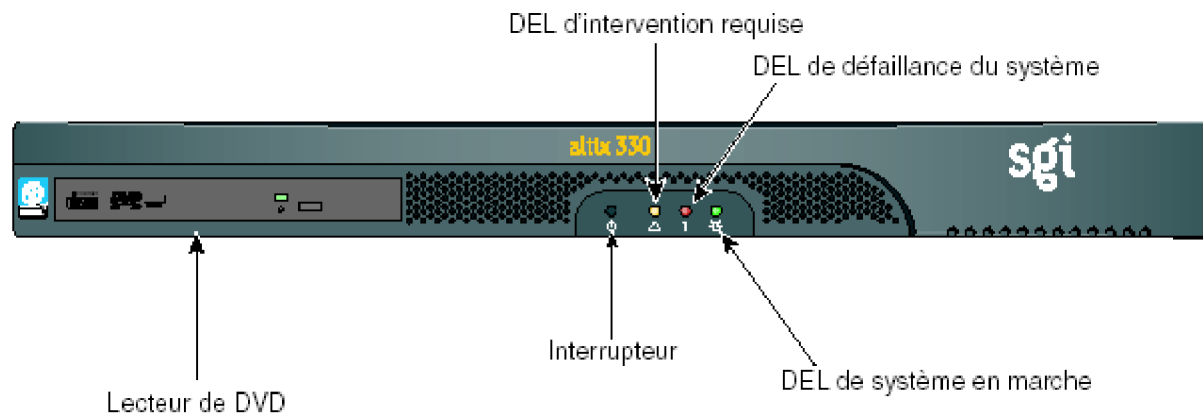

Figure 1-30 Emplacement de l'interrupteur
- Pour mettre le module de stockage TP900 hors tension, appuyez sur l'interrupteur du panneau arrière afin de le mettre hors tension (O).
- Pour mettre les modules de calcul de l'Altix 330 hors tension, appuyez sur l'interrupteur avec la DEL du panneau avant de chaque module (reportez-vous à la figure 1-30 à la page 50).